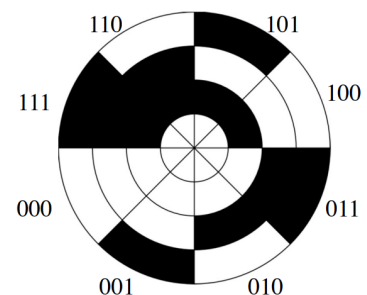

Abbildung 1: Absolutgeber
Gegeben Sei ein Roboter mit zwei Motoren, jeweils ein Motor pro Seite: M_l und M_r . Jeder dieser beiden Motoren besitzt einen Absolutgeber, welche Signale nach dem Schema aus Abbildung 1 erzeugt. Der linke Motor M_l erzeugt bei einer Geradeausfahrt Daten gegen den Uhrzeigersinn. Wegen der Bauart des Roboters, mussten die Motoren entgegengesetzt zueinander montiert werden.
- Erklären Sie welche Probleme mit der gegebenen Kodierung aus Abbildung 1 auftreten könnten. Geben Sie dazu auch ein Beispiel an. Wie könnte man die Kodierung verbessern?